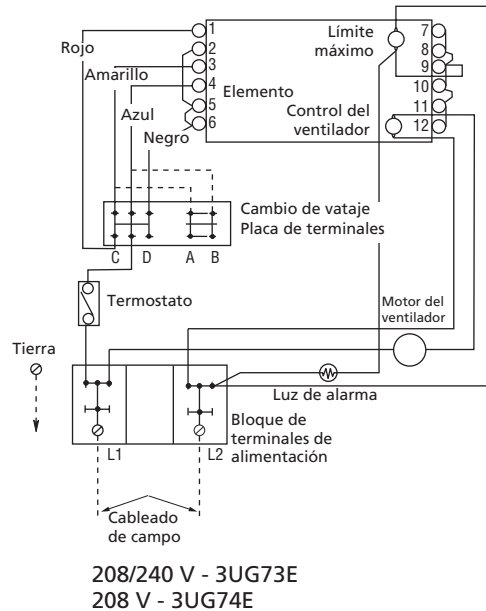

Figura 9 – Diagrama de Cableado
**AVISO:** Para disminuir la salida de calor de la unidad de calefacción, consulte la Tabla 1 y la Figura 9.
Cambie la posición de los conductores en la placa de terminales de cambio de vataje para aumentar o disminuir la salida de calor. Los calentadores vienen cableados de fábrica para suministrar una salida de calor de 17,065 BTU por hora. Si su aplicación en particular requiere una salida de calor más baja, consulte la Tabla 1 y cambie los conductores en la placa de terminales de cambio de vataje como se muestra en el Diagrama de Cableado (consulte la Figura 9).